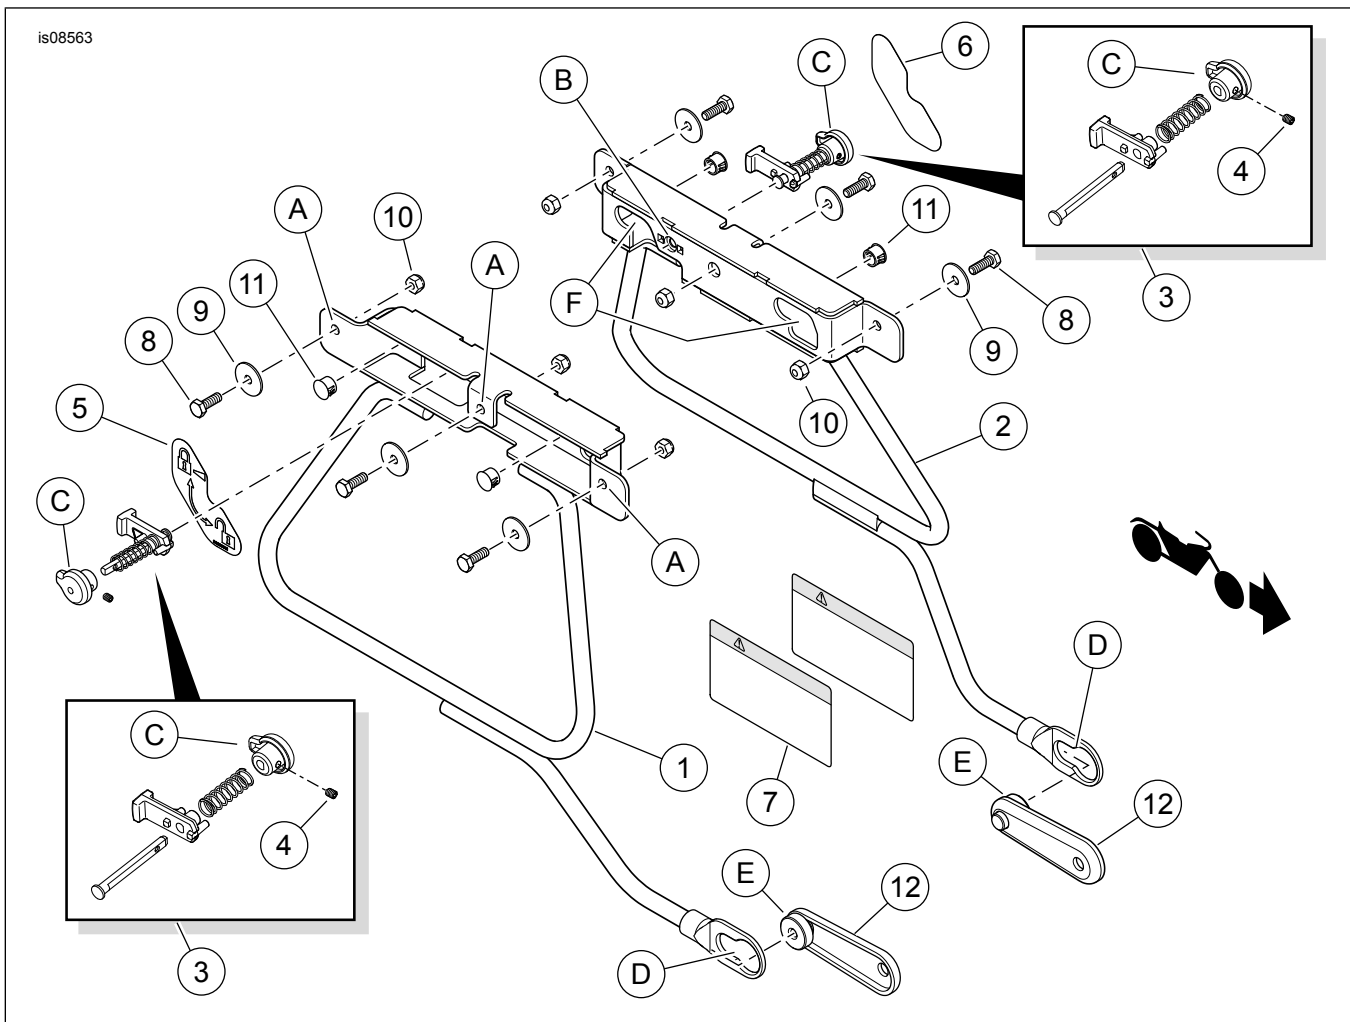

Figure 7. Pièces de rechange : Kit de conversion de sacoche amovible Softail
2. Voir Figure 7. Tirer sur le bouton (C, situé dans le coin supérieur arrière à l'intérieur de la sacoche). Tourner le bouton sur la position déverrouillée (dans le sens horaire pour la sacoche de gauche, dans le sens antihoraire pour la sacoche de droite).
3. S'approcher de la moto en tenant la sacoche. Tourner afin que le bras de support inférieur soit légèrement enfoncé. Insérer le gros diamètre de la boutonnière (D, à l'extrémité du bras de support inférieur) sur le mini galet d'ancrage inférieur avant (E).
- b. **SANS accessoires amovibles** : Pivoter le corps de la sacoche vers le bas de sorte que les galets d'ancrage standard sur le support de garde-boue/le couvercle de jambe glissent dans les fentes (F) du support à l'arrière de la sacoche. **AVEC accessoires amovibles** : Pivoter le corps de la sacoche vers le bas de sorte que les mini galets d'ancrage (empilés en haut des galets d'ancrage standard sur le support de garde-boue/couvercle de jambe) glissent dans les fentes (F) du support à l'arrière de la sacoche.
5. Tirer le bouton (C) vers l'extérieur. Tourner le bouton vers la position VERROUILLÉE jusqu'à ce qu'il clique en place. Pousser la sacoche vers l'arrière du véhicule pour s'assurer que le loquet est complètement engagé.